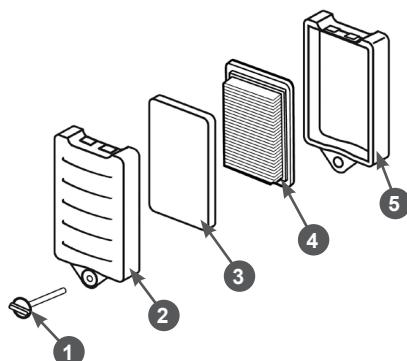

Рис. 11. Обслуживание воздушного фильтра
1. Открутите болт 1 и снимите крышку 2 воздушного фильтра (Рис. 11).
2. Извлеките предварительный поролоновый 3 и основной бумажный 4 фильтрующие элементы (Рис. 11).
4. При незначительном загрязнении промойте предварительный поролоновый фильтрующий элемент 3 (Рис. 11) теплым мыльным раствором и просушите. Поврежденный или сильно загрязненный поролоновый фильтрующий элемент замените.
Бумажный фильтрующий элемент 4 (Рис. 11) не подлежит очистке, необходима его замена. Не продувайте основной бумажный фильтрующий элемент сжатым воздухом, не промывайте его в бензине и других растворителях.
5. Произведите очистку крышки 2 и корпуса 5 воздушного фильтра, не допуская попадания пыли и грязи в воздуховод, ведущий к карбюратору (Рис. 11).